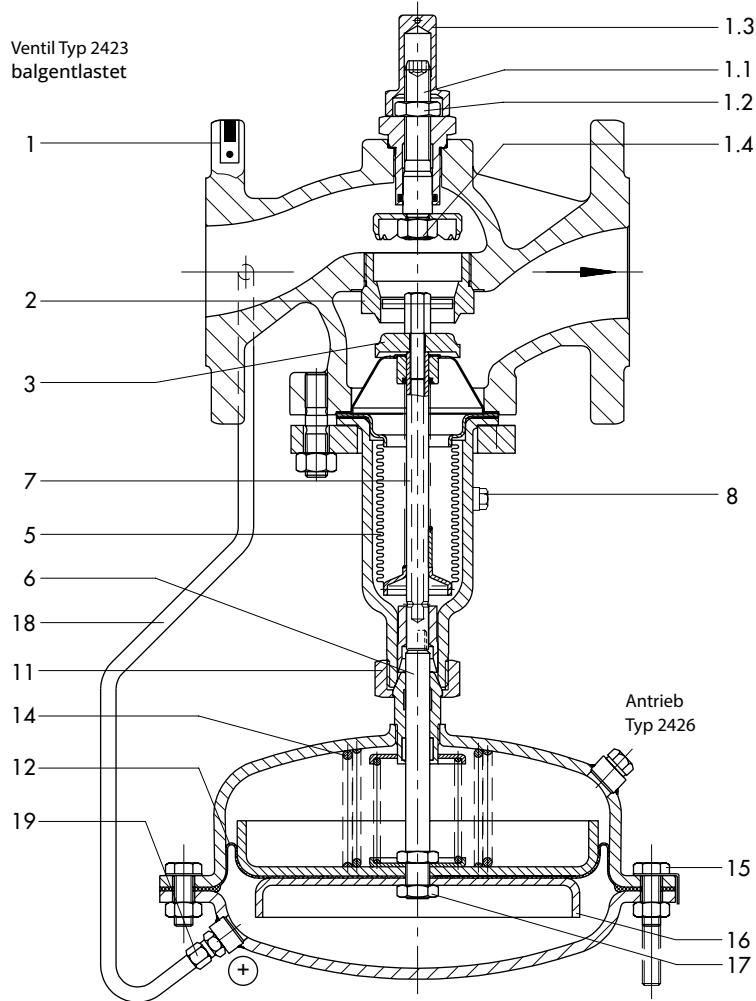
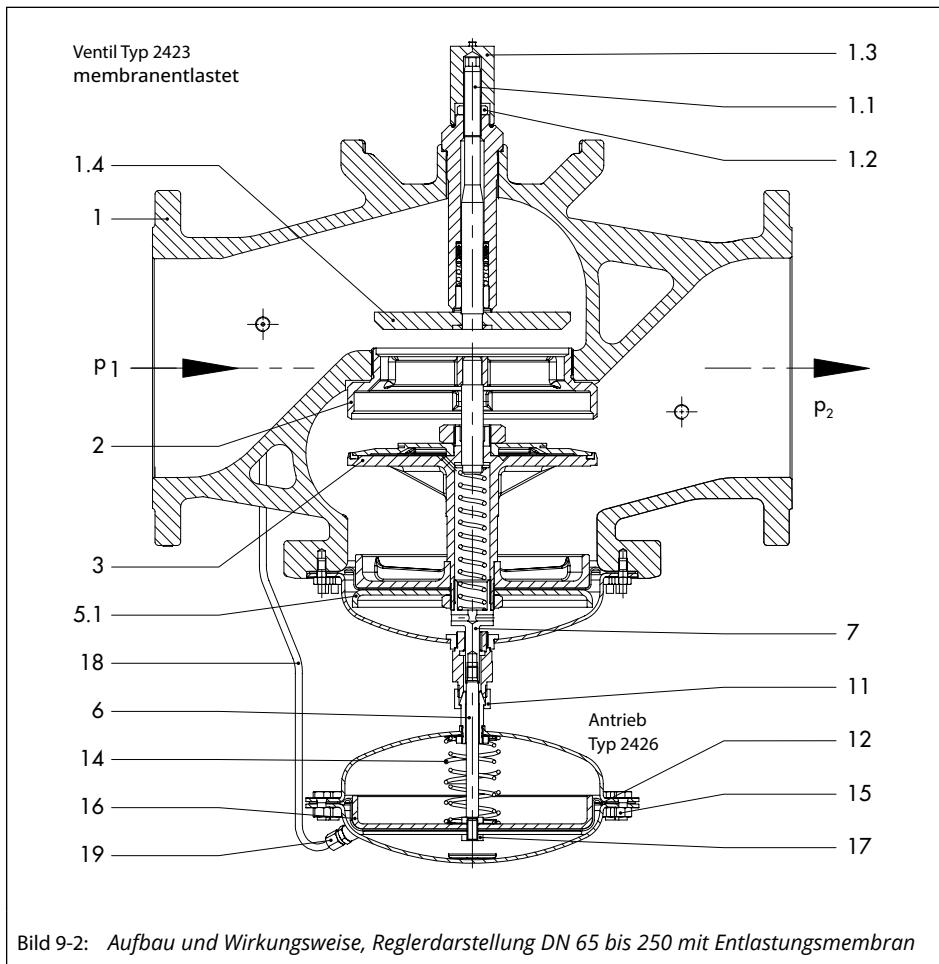

Bild 9-1: Aufbau und Wirkungsweise, Reglerdarstellung DN 15 bis 250 mit Entlastungsbalg
Bild 9-2: Aufbau und Wirkungsweise, Reglerdarstellung DN 65 bis 250 mit Entlastungsmembran
**Legende zu Bild 9-1 und Bild 9-2**
→ Vgl. Bild 9-1 und Bild 9-2